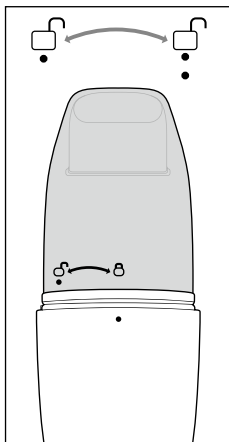
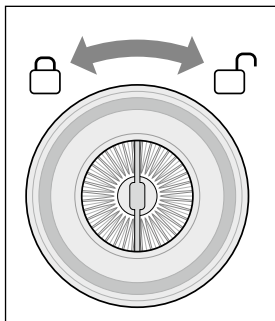

Fig. 6
Fig. 9
1. Aveți grijă la deschiderea rezervorului de colectare a murdăriei **3** la marcajele ● de sub simbolul □ al rezervorului de colectare a murdăriei **3** și de la marginea aparatului. Țineți aparatul de mâner **9** și rotiți rezervorul de colectare a murdăriei **3** până când ambele marcaje se află unul în dreptul celuilalt (a se vedea fig. 6).
6. Așezați din nou rezervorul de colectare a murdăriei **3** pe aparat. Aveți grijă ca ambele marcaje ● de sub simbolul □ al rezervorului de colectare a murdăriei **3** și de la marginea aparatului să fie unul în dreptul celuilalt (a se vedea fig. 6). Rotiți rezervorul de colectare a murdăriei **3**, până când marcajul ● de la marginea aparatului se află sub simbolul □ al rezervorului de colectare a murdăriei **3** și rezervorul de colectare a murdăriei **3** se fixează cu un clic în aparat.
- ▶ Înlocuiți cu regularitate filtrul de praf ❸ pentru a asigura o funcționare ireproșabilă și igienică a aparatului.
1. Scoateți filtrul de praf ❸ cu carcasa filtrului ❹ din rezervorul de colectare a murdăriei ❸ (a se vedea capitolul **Golirea rezervorului de colectare a murdăriei**).
2. Aveți grijă la simbolurile cu lacăt de pe capacul filtrului de praf ❸. Rotiți filtrul de praf ❸ la dreapta, înspre  și scoateți-l apoi din carcasa filtrului ❹ (a se vedea fig. 9 și 10).
- ▶ Dacă doriți să înlocuiți filtrul de praf ❸, săriți pașii 3 și 4. Treceți direct la pasul 5.
3. Scuturați filtrul de praf ❸ și carcasa filtrului ❹ într-un coș de gunoi.
4. Curățați filtrul de praf ❸ și carcasa filtrului ❹ cu apă curentă și lăsați-le apoi să se usuce complet la aer.
5. Așezați filtrul de praf ❸ din nou în carcasa filtrului ❹ și rotiți-l la stânga, înspre , până când se fixează în carcasa filtrului ❹ (a se vedea fig. 9).
6. Introduceți din nou filtrul de praf ❸ cu carcasa filtrului ❹ în rezervorul de colectare a murdăriei ❸. Asigurați-vă că filtrul de praf ❸ este așezat drept în rezervorul de colectare a murdăriei ❸ și că buza de cauciuc închide rezervorul de colectare a murdăriei ❸.
7. Așezați din nou rezervorul de colectare a murdăriei ❸ pe aparat. Aveți grijă ca ambele marcaje ● de sub simbolul  al rezervorului de colectare a murdăriei ❸ și de la marginea aparatului să fie unul în dreptul celuilalt (a se vedea fig. 6). Rotiți rezervorul de colectare a murdăriei ❸, până când marcajul ● de la marginea aparatului se află sub simbolul  al rezervorului de colectare a murdăriei ❸ și rezervorul de colectare a murdăriei ❸ se fixează cu un clic în aparat.